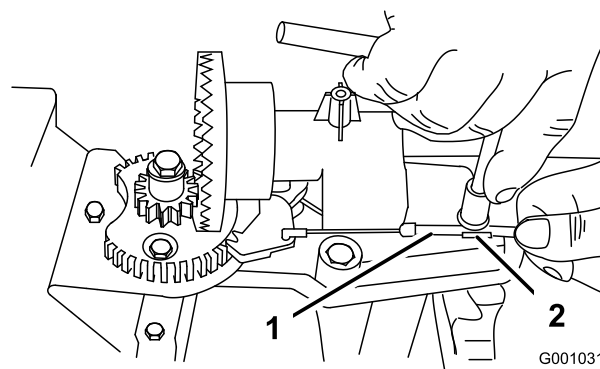
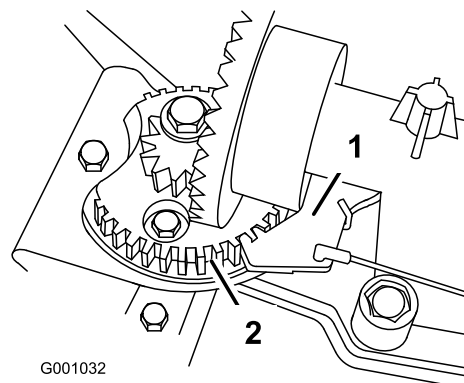

Figure 58
Figure 59
- Desserrez le boulon du serre-câble (Figure 58).
- Saisissez la gaine du câble et déplacez-la vers l'avant de la machine jusqu'à ce que le cliquet de verrouillage de la goulotte d'éjection s'engage complètement dans les dents du secteur (Figure 58 et Figure 59).
**Remarque:** Le cliquet est rappelé par ressort et s'engage naturellement dans les dents du secteur (Figure 59).